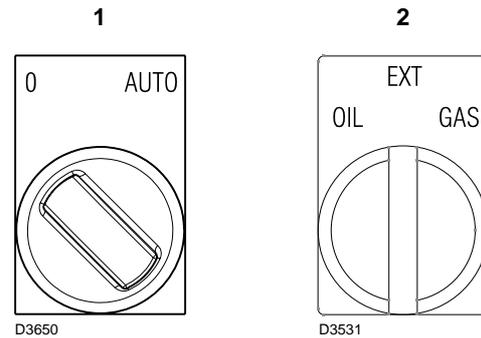

Abb. 31
Die Fernsteuerungen einschalten und den Schalter 1)(Abb. 31) in Stellung "AUTO" setzen.
- 2 mit Wählschalter 2)(Abb. 31);
Wenn Wählschalter 2)(Abb. 31) auf Position EXT gestellt wird, aktiviert sich die Brennstoff-Fernauswahl. In dieser Position, falls kein Fernschalter vorhanden ist, wird der prioritäre Brennstoff am Bildschirm angezeigt.